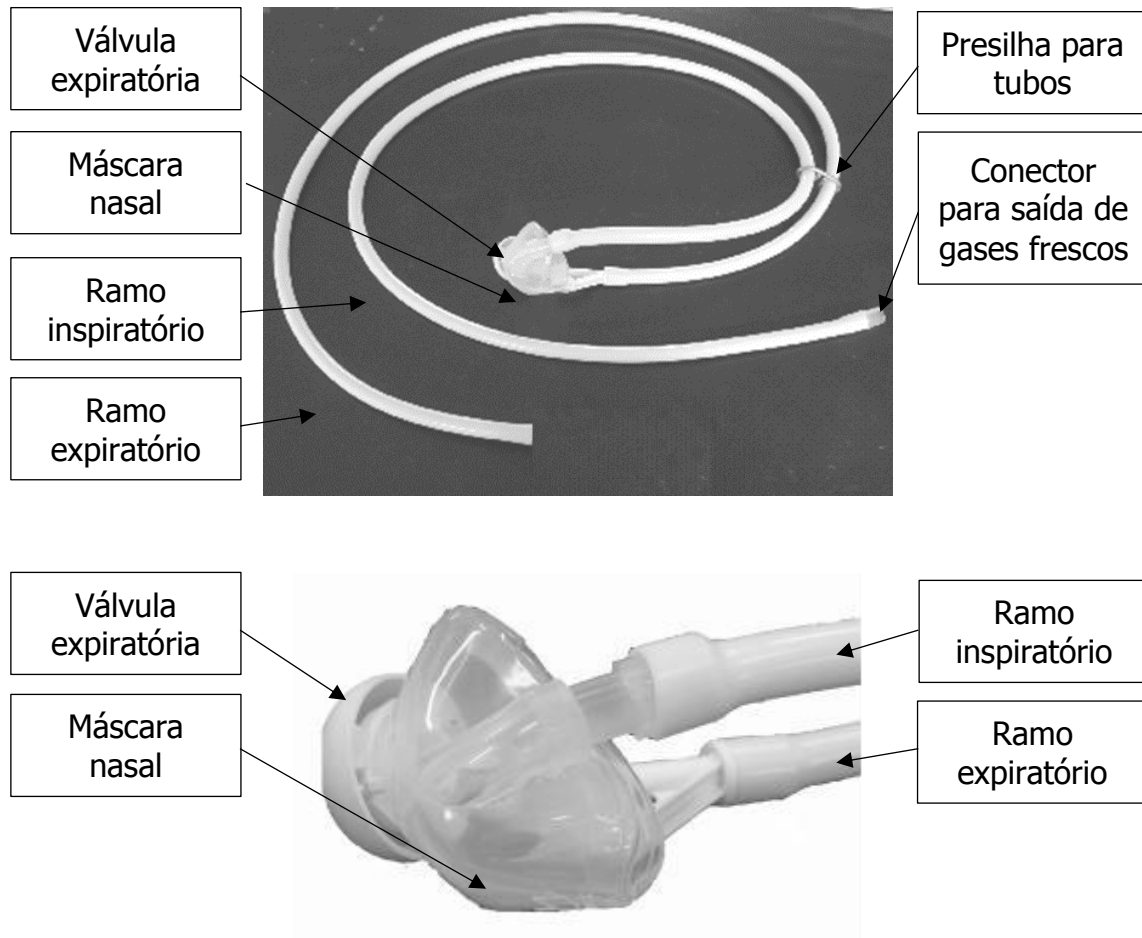
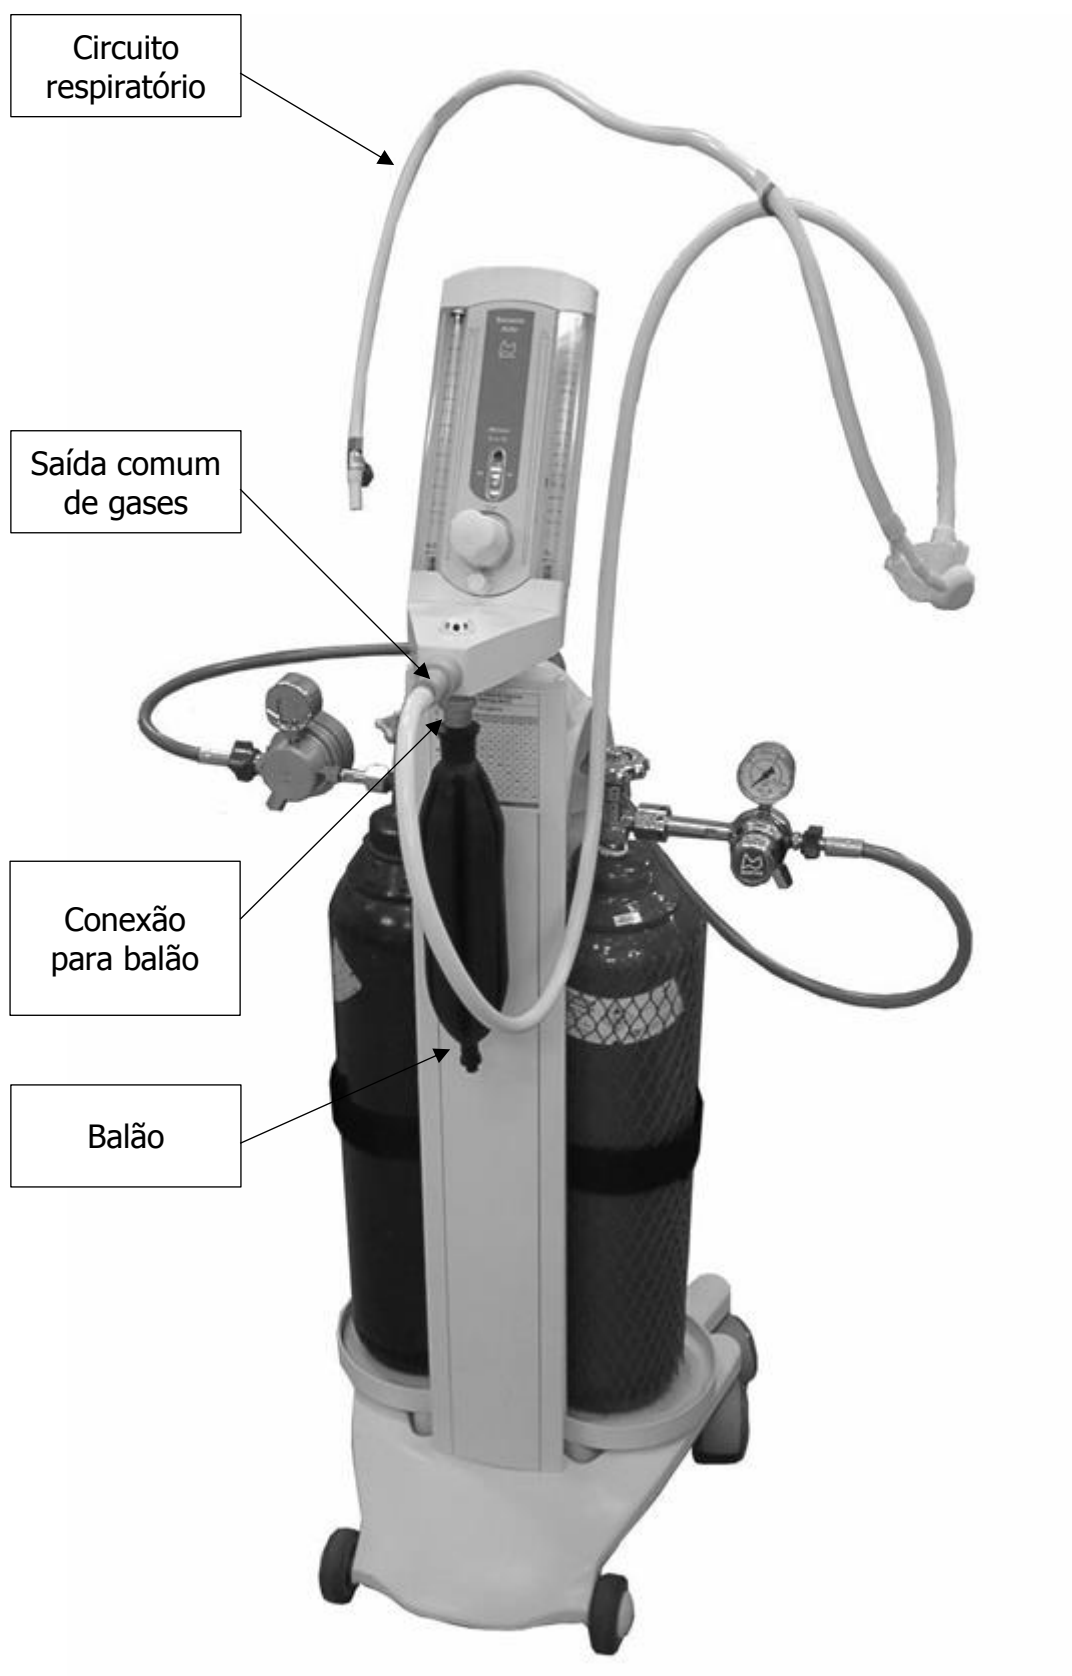

Figura 4 – Componentes do circuito respiratório (visão geral do circuito e detalhe da máscara).
Figura 5 – Montagem do circuito respiratório.
O circuito respiratório é a parte do aparelho de sedação que faz a interface entre o bloco de rotômetros e o paciente. Os seus principais componentes são dois tubos de silicone (ramos inspiratório e expiratório) e uma máscara nasal odontológica acoplada a uma válvula expiratória. A Figura 4 apresenta o circuito respiratório que é fornecido com o Rotamix Automático, enquanto que a Figura 5 apresenta o circuito respiratório já montado no equipamento e pronto para ser utilizado.
- Conexão dos dois tubos de silicone ao conjunto da válvula expiratória com máscara nasal, prestando atenção ao correto posicionamento dos ramos inspiratório e expiratório conforme indica o detalhe da Figura 4. A presilha é utilizada para prender os tubos entre si.
2. Acople o balão ao seu respectivo conector logo abaixo da saída comum de gases do Rotamix Automático (Figura 5).